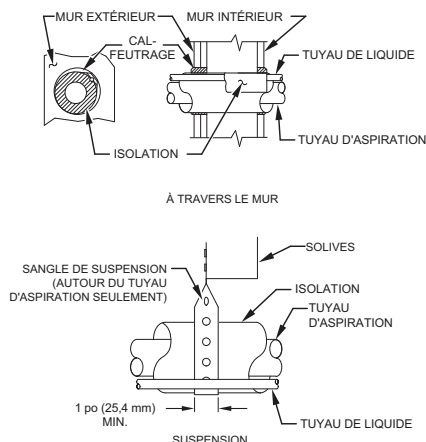

Figure 1 – Installation des conduites
6. Lorsque vous acheminez les conduites de frigorigène à travers le mur, scellez l'ouverture au moyen d'un composé de caoutchouc de silicone résistant aux variations de température ou de tout composé de calfeutrage souple à base de silicone (consultez la figure 1);
8. Ne suspendez pas les conduites de frigorigène provenant des solives et des gousjons au moyen de fils rigides ou de sangles en contact direct avec les conduites (consultez la figure 1);
10. Au besoin, utilisez les sangles de suspension de 1 po (25,4 mm) de largeur qui correspondent à la forme de l'isolant des conduites. (Consultez la figure 1);